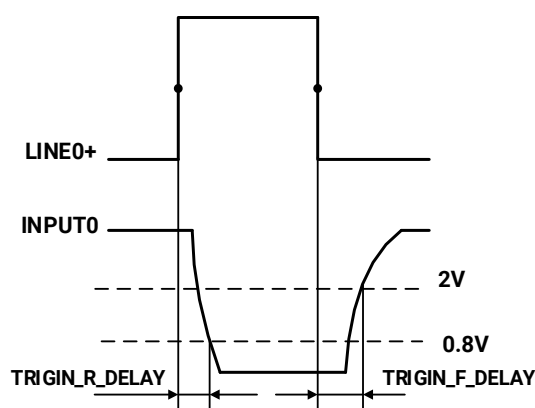

图 7-5 光耦隔离输入电路参数
- 上升沿延时时间：<50μs(0°C~45°C)，参数说明见图 7-5。
- 下降沿延时时间： $<50\mu\text{s}$ ($0^{\circ}\text{C}\sim 45^{\circ}\text{C}$)，参数说明见图 7-5。